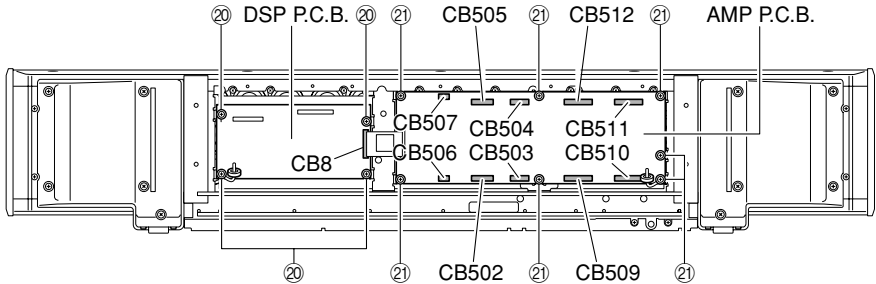

Fig. 8
- a. Remove 4 screws (㉔). (Fig. 8)
- b. Remove CB8. (Fig. 8)
- c. Remove the DSP P.C.B.. (Fig. 8)
- a. Remove 7 screws (㉑). (Fig. 8)
- b. Remove CB502-505 and CB509-512. (Fig. 8)
- c. Remove AMP P.C.B.. (Fig. 8)
- a. ㉔のネジ4本を外します。(Fig. 8)
- b. CB8を外します。(Fig. 8)
- c. DSP P.C.B.を取り外します。(Fig. 8)
- a. ㉑のネジ7本を外します。(Fig. 8)
- b. CB502～505、CB509～512を外します。(Fig. 8)
- c. AMP P.C.B.を取り外します。(Fig. 8)